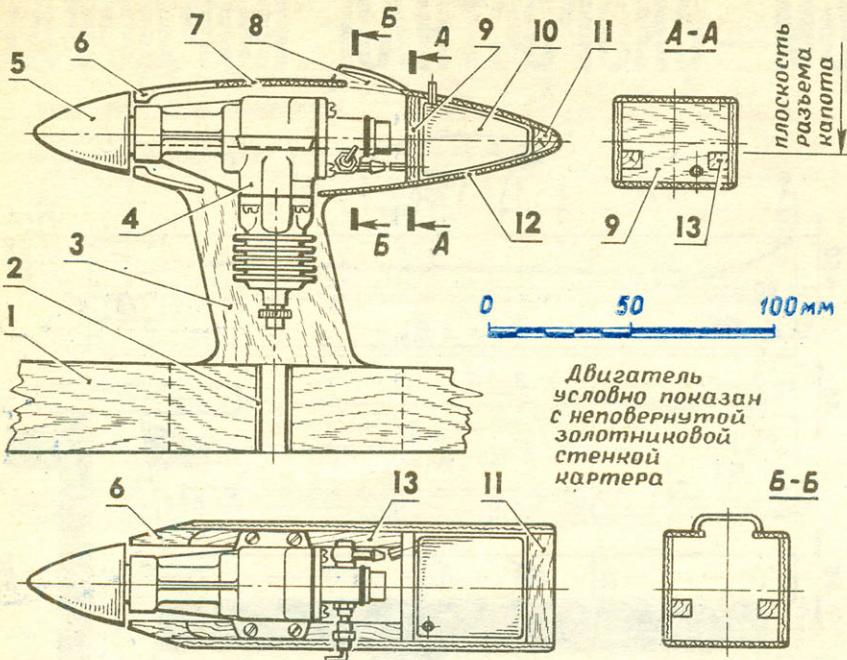

Рис. 5. Мотоустановка:
► Рис. 5. «Язык» крепления крыла: